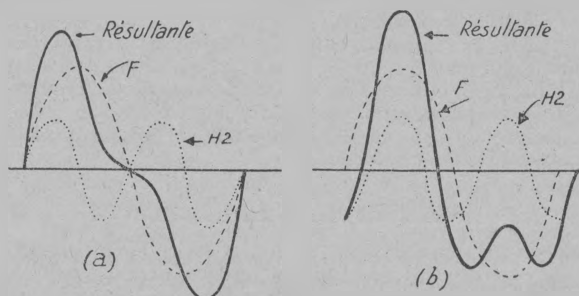

Fig. 2. — Influence du décalage de l'harmonique 2.
Nous comprenons maintenant qu'un son complexe, formé du fondamental et de ses harmoniques — par exemple le *la* normal joué par un violon — peut être analysé, de manière à déterminer de quoi il est fait. Pour cela, on en trace la courbe, à moins qu'on ne la fasse tracer par un oscillographe, ou un diaphragme, et on soumet cette courbe à une très ingénieuse machine inventée par le célèbre physicien Lord Kelvin : l'analyseur harmonique (qui, soit dit en passant, sert également à prédire les heures des marées). Cet appareil fournit les coefficients de l'équation générale du mouvement périodique (1), qui permet de déterminer à quels harmoniques on a affaire, et leur amplitude, et leur phase. Car ces diables d'harmoniques ne s'accordent pas toujours, ni entre eux ni avec le fondamental, et le simple changement de phase d'un harmonique modifie considérablement l'allure de sa courbe. La figure 2 montre le phéno-